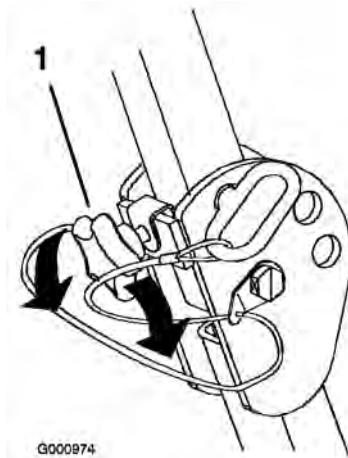

Figure 7
- Pour abaisser l'arceau de sécurité, desserrez les boutons avant (Figure 7).
Important: Serrez les boutons avant contre les extrémités centrales de l'arceau de sécurité (Figure 7).